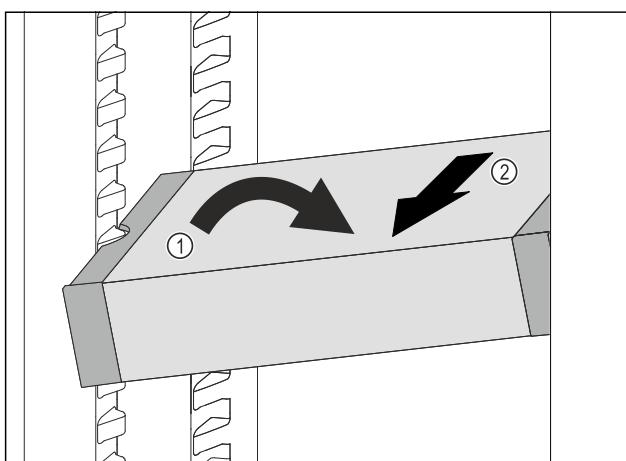

Fig. 117
- Predal VarioSafe postavite v hladilniku postrani. Fig. 117 (1)
- Predal VarioSafe izvlecite v smeri naprej. Fig. 117 (2)